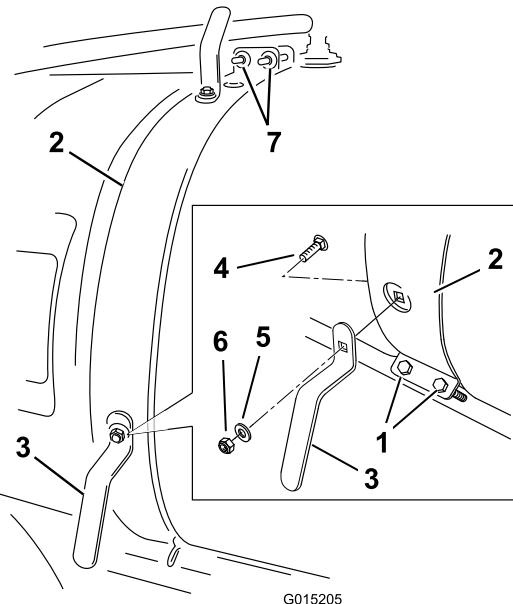

Figure 3
1. Desserrez la sangle avant de la cuve sur le côté droit (Figure 3).
2. Montez le crochet de tuyau inférieur comme illustré à la Figure 3 au moyen d'un boulon de carrosserie (5/16 x 3/4 pouce), d'une rondelle (3/8 pouce) et d'un contre-écrou (5/16 pouce).
3. Montez le crochet de tuyau supérieur comme illustré à la Figure 3 au moyen d'un boulon de carrosserie (5/16 x 3/4 pouce), d'une rondelle (3/8 pouce) et d'un contre-écrou (5/16 pouce).